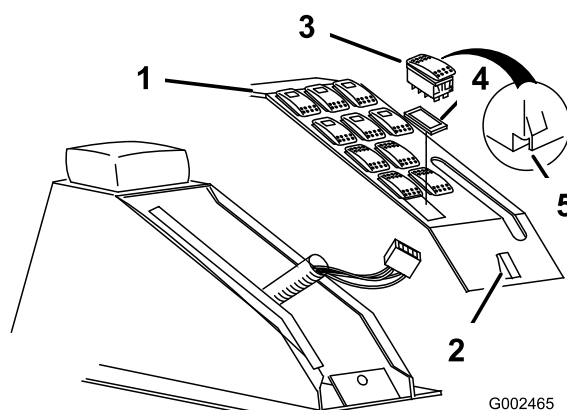

図 17
1. 散布コントロール・パネルをはずして底部を露出させる (図 17)。
2. 車両の散布コントロール・パネルのソニック・ブーム用のスロットにはめてあるプラグを取り外す (図 17)。
注 スイッチの向きが 図 17 と同じになっていることを確認してください； ノッチが車両前方を向いているのが正しい取り付け方です。